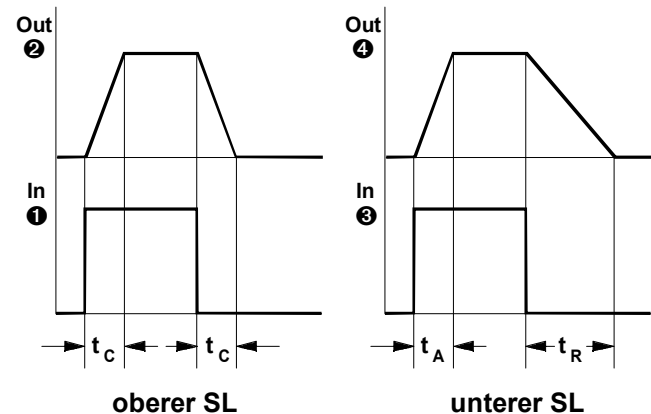

Abb. 1: Signalverhalten des A-170
Mit diesem Regler stellen Sie die **Anstiegs-/Abfallzeit t_c** von Einheit 1 (s. Abb. 1) in einem Bereich von 0 bis 10 Sekunden ein.
④ ↑
Mit diesem Regler stellen Sie die **Anstiegszeit t_A** des unteren SL's (s. Abb. 1) innerhalb des mit dem Wahlschalter ⑥ gewählten Zeitbereiches ein.
⑤ ↓
Die **Abfallzeit t_R** des unteren SL's (s. Abb. 1) stellen Sie mit diesem Regler innerhalb des mit dem Wahlschalter ⑥ gewählten Zeitbereiches ein.